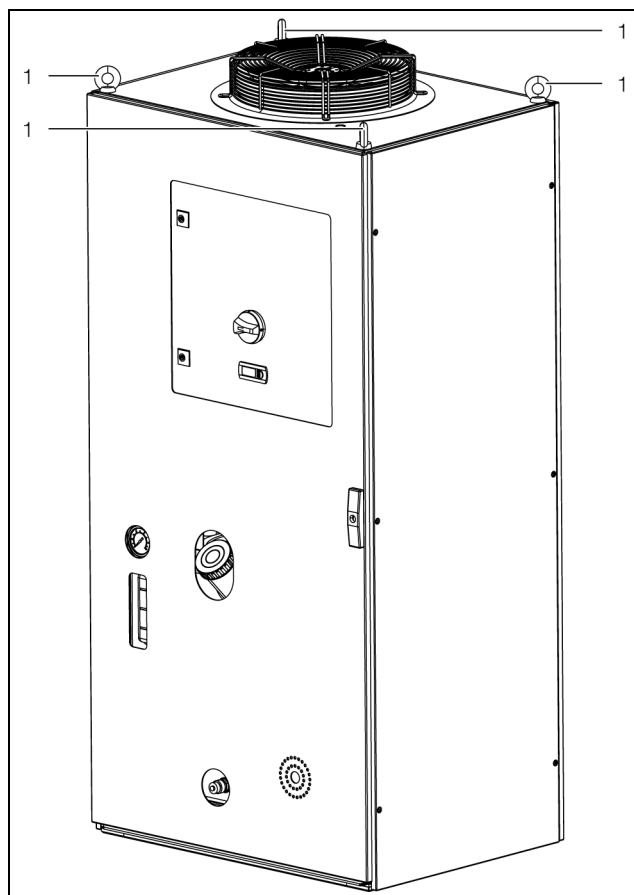
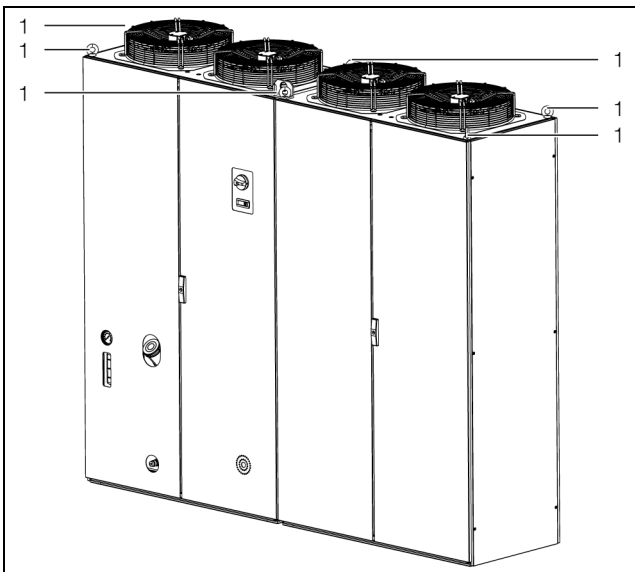

Fig. 19: Golfare a vite per il trasporto (3335.790, 3335.830, 3335.840, 3335.850)
Fig. 22: Golfare a vite per il trasporto (3335.890)
- Trasportare il chiller esclusivamente sul pallet fornito a corredo oppure mediante golfari di trasporto previsti a tale scopo (da fig. 19 a fig. 22, pos. 1).